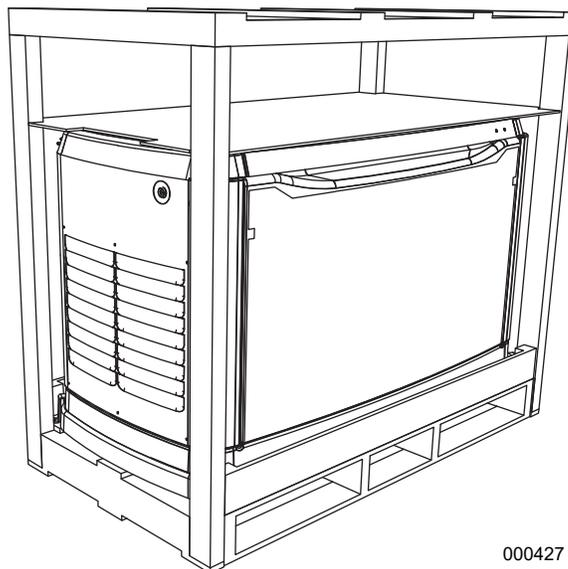

Figura 2-1. Generador con jaula
2. Consulte la **Figura 2-1**. Retire el bastidor de madera.